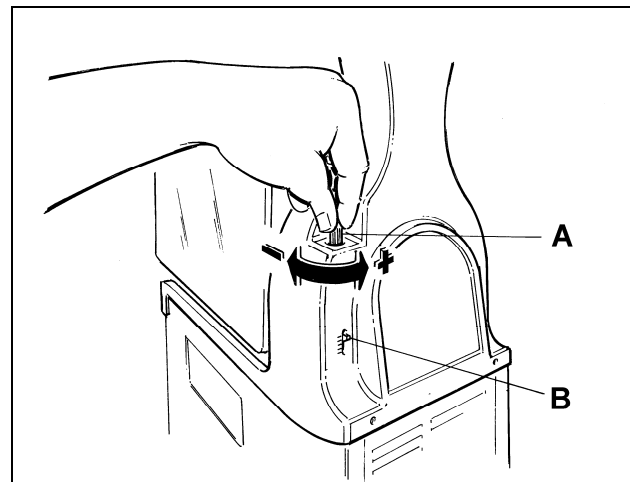

Fig. 9
- d) **Réglage de la consistance:** pour régler la consistance du produit, agir sur le pommeau de réglage A situé à l'arrière de la machine (fig. 9); comme l'indique l'échelle B, si on le tourne dans le sens des aiguilles d'une montre, le produit deviendra moins dense, si c'est le contraire, il deviendra plus dense.